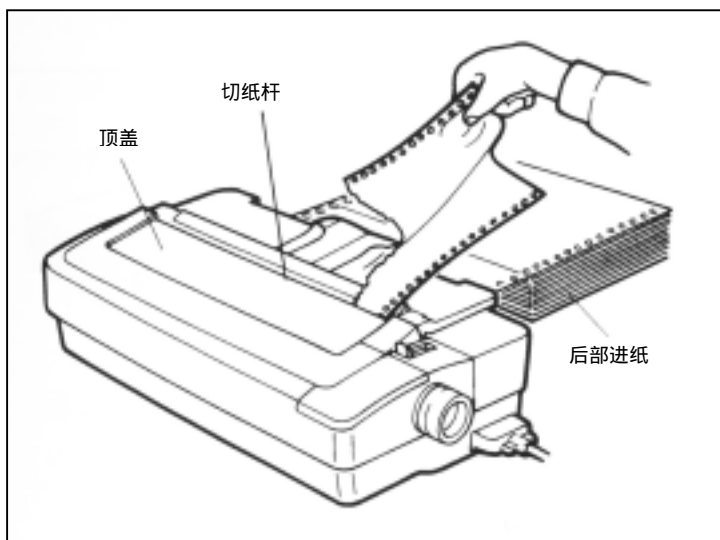

图 3-8 从打印机后部连续进纸
7. 把导纸器的导纸板移向中间位置，以免使打印纸在出纸时出现“塞纸”现象，见图 3-8。